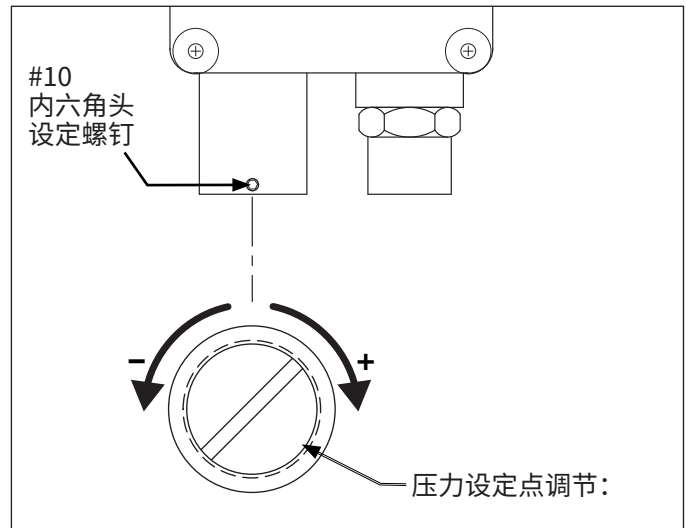

图 12: 压力开关设置调整
4. 使用 #10 内六角扳手拧松压力开关的设定螺钉。参见图 12。
5. 将控制阀手柄切至伸出 (A) 位置。
7. 使用一字螺丝刀顺时针转动压力开关的调节螺钉即可提高其设定值,逆时针转动则可降低其设定值。参见图 12。验证开关能够打开,液压泵电机也会在压力达到目标设定值后停止运转。